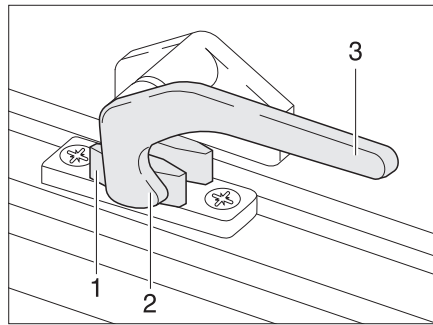

Bild 68 Verriegelungshebel in Stellung "geschlossen"
- Den Verriegelungshebel (Bild 68,3) eine viertel Umdrehung zur Fenstermitte hin drehen.
- Den Verriegelungshebel (Bild 68,3) eine viertel Umdrehung zum Fensterrahmen hin drehen. Die Verriegelungsnase (Bild 68,2) liegt auf der Innenseite der Fensterverriegelung (Bild 68,1).
- in Stellung "fest verschlossen" (Bild 68).